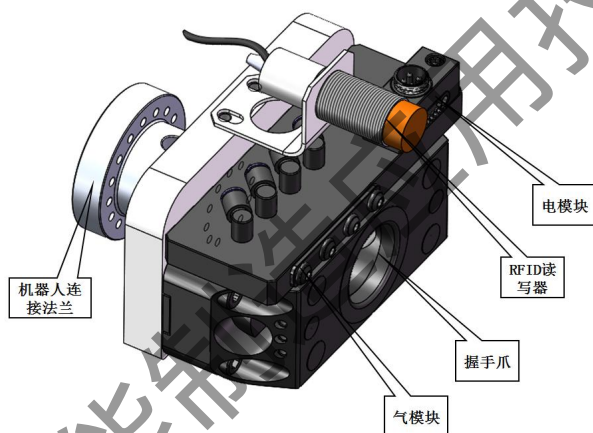

图 8 机器人快换手爪机器人侧示意图
1. 工业机器人快换夹持系统, 由 1 套机器人侧快换装置, 如图 8 所示和 3 套工具侧快换手爪组成, 如图 9-11 所示, 实现三种机器人手爪的快速更换;